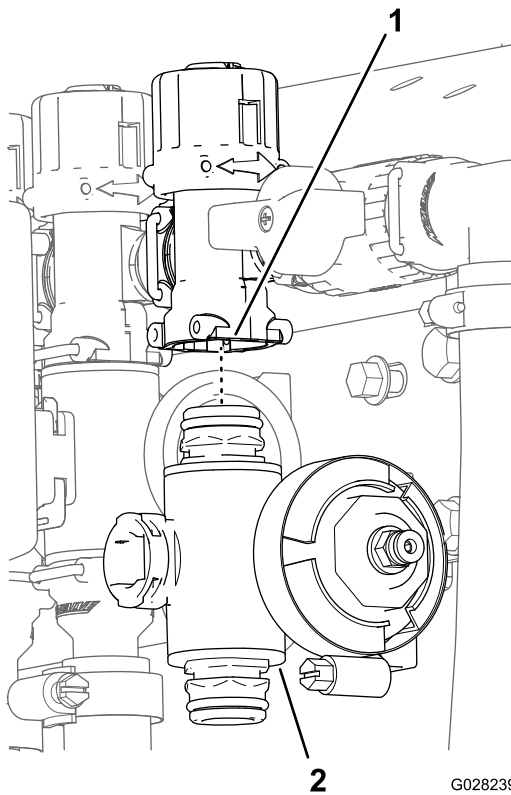

Bild 116
- Nehmen Sie den Abschnittventilverteiler von der Maschine ab (Bild 116).